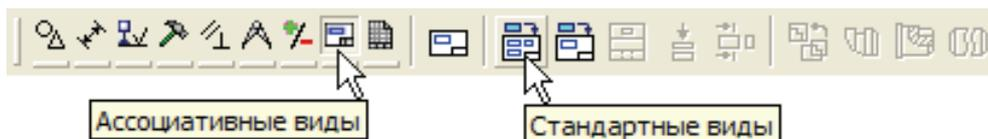

Рис. 8.7
- На  кнопку **Стандартные виды**  на инструментальной панели **Ассоциативные виды** (рис. 8.7).
Замечание. Приведенная на рис. 8.7 комбинированная панель обычно занимает на чертеже вертикальное положение слева.